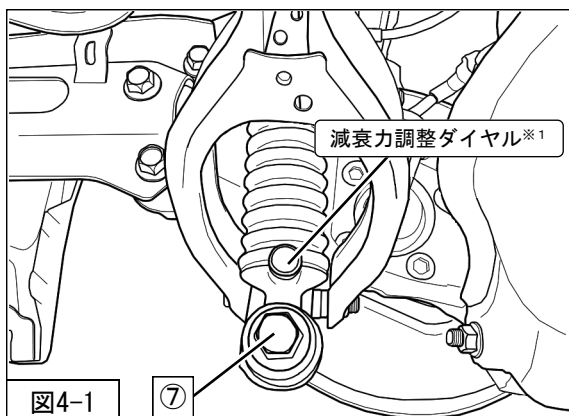
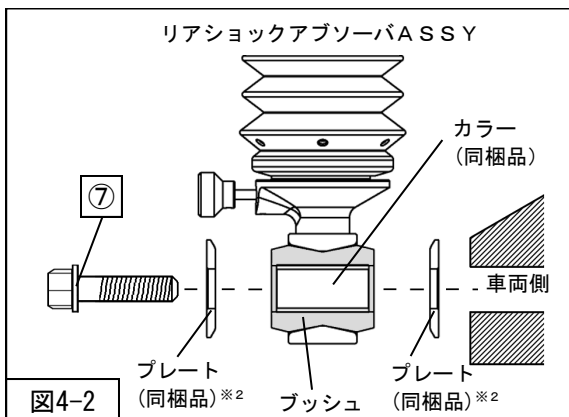

図4-1
図4-2
⑦リアショックアブソーバASSYロア取付ボルトを仮締めし、リアショックアブソーバASSY (同梱品) を車両に取付けてください。(図4-1・図4-2)
※1: リアショックアブソーバASSY (同梱品) 取付けの際、減衰力調整ダイヤルは**車両内側**に向けて取付けてください。(図4-1)
※2: プレート (同梱品) は外径の小さい面を**ブッシュ側**に向けて取付けてください。(図4-2)
を本締めしてください。（図4-1）